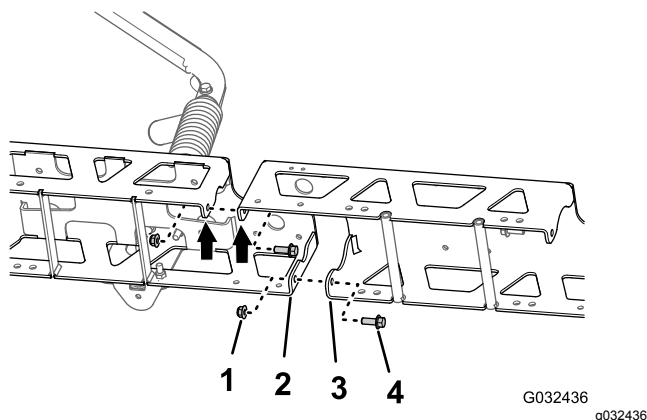

Figura 117
1. Alinee los orificios de las pestañas verticales del tramo de celosía central de la sección central con los orificios del tramo de celosía exterior de la sección central (Figura 117).
2. Sujete provisionalmente la extensión del brazo central al tramo de celosía (Figura 117) con los 2 pernos con arandela prensada ($\frac{3}{8}$ " x 1") y las 2 contratuercas con arandela prensada ($\frac{3}{8}$ ").
central con los orificios del otro tramo de celosía exterior de la sección central (Figura 117).
4. Sujete provisionalmente la extensión del brazo central al otro tramo de celosía (Figura 117) con los 2 pernos con arandela prensada ($\frac{3}{8}$ " x 1") y las 2 contratuercas con arandela prensada ($\frac{3}{8}$ ").